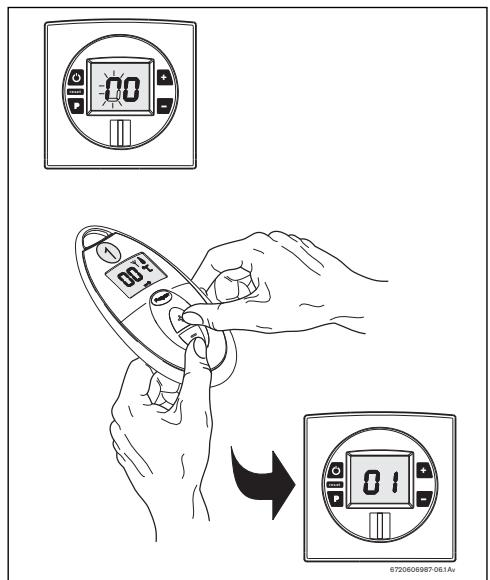

Fig. 26 Activer la télécommande
- ▶ Diriger la télécommande vers l'appareil et, en même temps, appuyer sur les boutons et se trouvant sur la télécommande (Fig. 26 ).